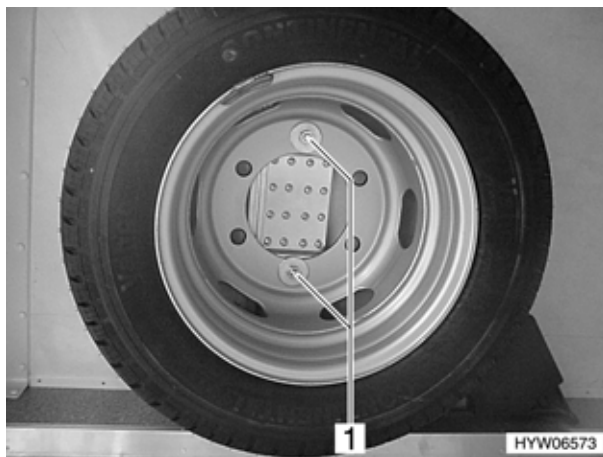

Fig. 119 Portaruota di scorta
- Svitare i due bulloni (Fig. 119,1) con una chiave per dadi di fissaggio ruota.